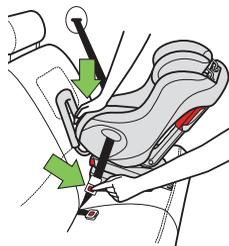

Figure 73
- Pressez au centre du siège d'auto pour réduire la tension sur la ceinture du véhicule aidera à déboucler la ceinture du véhicule, tel qu'illustré dans la **Figure 73**.